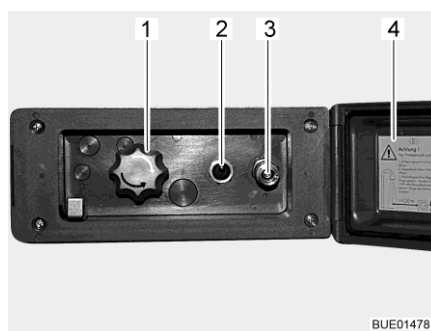

Fig. 123 Branchement de la douche extérieur
- Déverrouiller et ouvrir le couvercle (Fig. 123,4).
- Brancher le flexible de la douche extérieure sur la fermeture rapide (Fig. 123,3).
- Allumer la pompe à eau avec le commutateur (Fig. 123,2).
- Régler la température de l'eau selon ses désirs avec le bouton rotatif (Fig. 123,1).
- Éteindre la pompe à eau avec le commutateur (Fig. 123,2).
- Fermer le couvercle (Fig. 123,4) et verrouiller avec la clé.
- Placer le bouton rotatif (Fig. 123,1) sur la position intermédiaire.